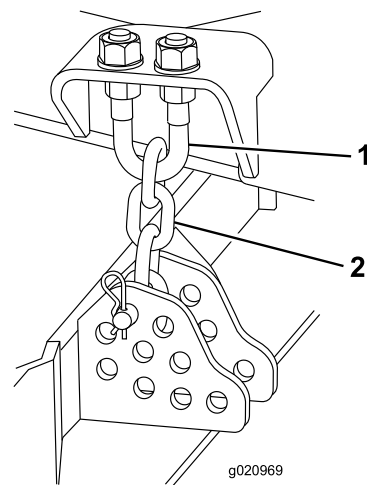

Figura 105
1. Allentate i controdadi sulla parte superiore o inferiore del bullone a U della catena dell'altezza di taglio (Figura 105).